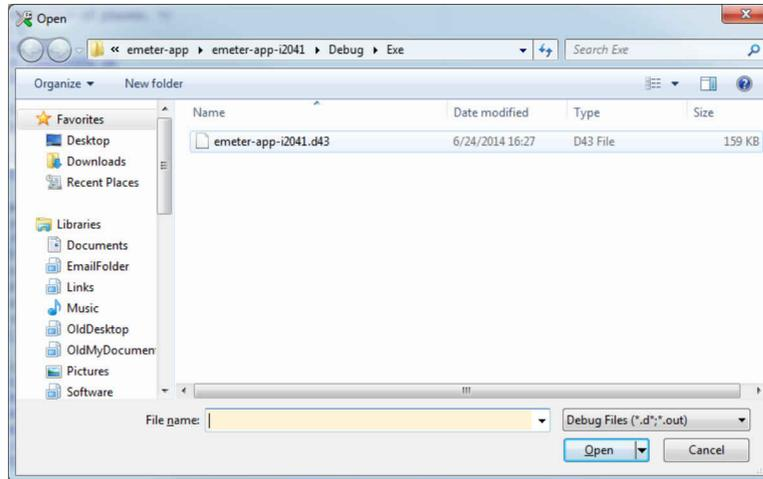

图 9-13. 选择要下载的文件
- 当系统提示选择文件时，从文件夹 `Submeter i2040 4k_3 SOCK_AUTO_OSR_IAR5.5\emeter-app\emeter-app-i2041\Debug\Exe` 中进行选择。该文件名为“emeter-app-i2041.d43”，如图 9-13 所示。